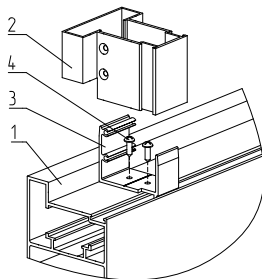

Рис. 63. Установка соединителей под вертикальный разделительный импост (столб)
- установка соединителей под вертикальный разделительный импост (столб) (рис. 63).